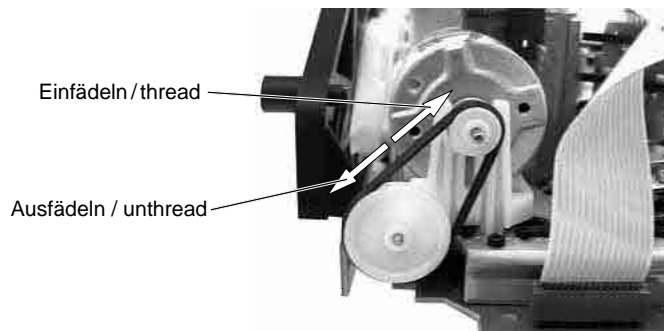
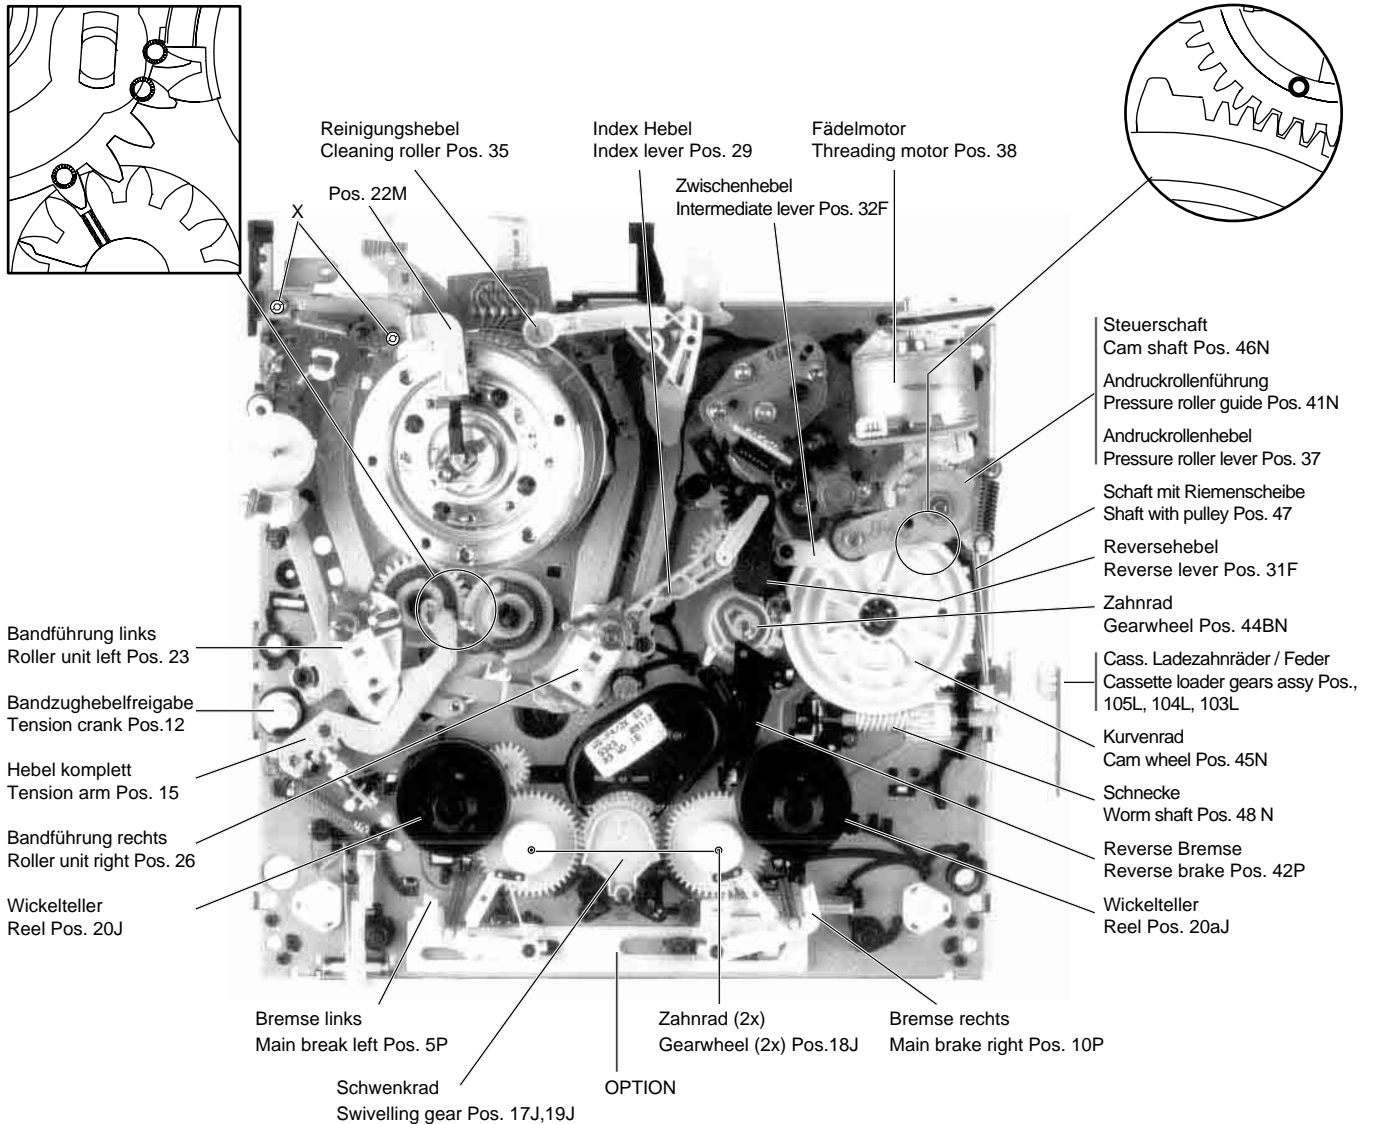
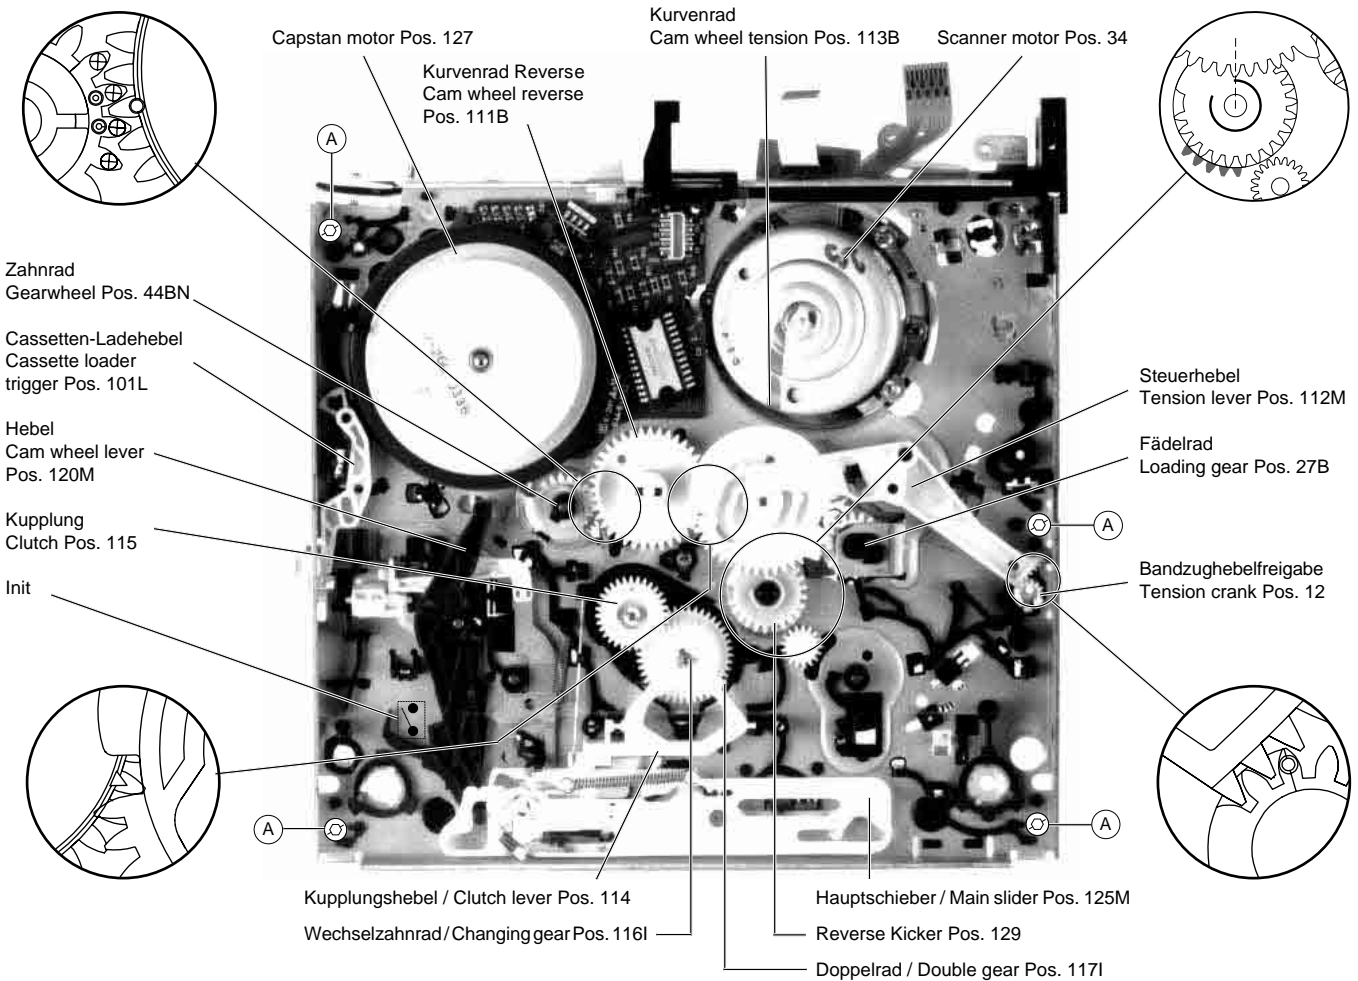
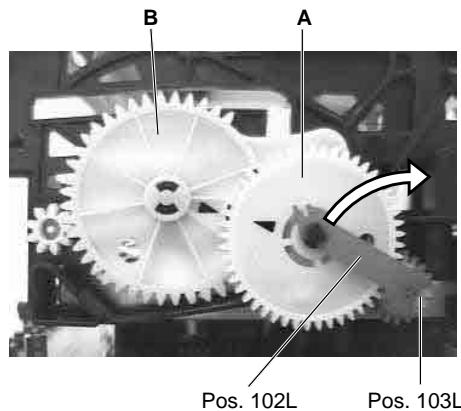

Fig. 3
Fig. 4
Fig. 5
Fig. 6
- Fädelmotor entgegen dem Uhrzeigersinn drehen (Fig. 3), bis der Cassettenschacht abgesenkt ist.
- Turn the threading motor counterclockwise (Fig. 3) until the cassette compartment is down.
Wenn nach dem Drücken der Eject-Taste das Laufwerk nicht ausfädelt und die Cassette auswirft, kann dies auch von Hand durchgeführt werden. Dazu ist das Antriebsrad des Fädelmotors zu drehen (Fig. 3). Um Bandschlaufen zu vermeiden, muß wechselweise auch der Capstanmotor (Pos. 127, Fig. 5) entgegen dem Uhrzeigersinn bewegt werden, bis das Band komplett in der Cassette aufgewickelt ist.
If the tape deck does not unthread and eject the cassette by pressing the Eject button this function can also be effected manually by turning the driving gear at the threading motor (Fig 3). To avoid slackening of the tape, turn the capstan motor (counterclockwise) (Pos. 127, Fig. 5) and the driving gear alternately until the tape is completely wound up in the cassette.
Nachfolgend sind die markierten und gerichtet einzubauenden Teile der Ober- und Unterseite im Detail dargestellt (Fig. 4, Fig. 5).
- Antriebsrad des Fädelmotors in Drehrichtung "Einfädeln" (Fig. 3) so weit drehen, bis das Zahnrad (Pos. 103L, Fig. 6) entriegelt ist.
- Klammer (Pos. 102L) von der Achse des Zahnrades "A" lösen (Fig. 6).
- 4 Befestigungsschrauben (A) (Fig. 5) des Cassettenschachtes an der Unterseite entfernen.
The following diagrams show in detail the marked components and their correctly aligned position on the top and bottom side (Fig. 4, Fig. 5).
- Turn the driving gear of the threading motor in the "threading" direction (Fig. 3) until the gearwheel (Pos. 103L, Fig. 6) disengages.
- Release the bracket (Pos. 102L) from the shaft of gearwheel "A" (Fig. 6).
- Unscrew the 4 screws (A) (Fig. 5) on the underside of the cassette compartment.
- Cassettenschacht abgesenkt und Zahnrad "A" (Fig. 6) eingerastet.
- Hinweis:** Bei Cassettenliftzahnradern (A und B, Fig. 6) mit Markierungspfeilen müssen die Pfeile zueinander zeigen.
- Cassettenschacht mit den 4 Schrauben (A) (Fig. 5) unten befestigen.
- Klammer (Pos. 102L) auf der Achse des Zahnrades "A" einrasten (Fig. 6).
- Cassette compartment down, gearwheel "A" (Fig. 6) engaged.
- Note:** For video recorders which are fitted with cassette lift gear wheels (A and B, Fig. 6) marked with arrows, the arrows must show towards each other.
- Fasten the cassette compartment with the 4 screws (A) (Fig. 5) at the bottom.
- Place the bracket (Pos. 102L) onto the shaft of gearwheel "A" and lock it in (Fig. 6).
- 2 Schrauben X (Fig. 4) herausdrehen, Haltewinkel (Pos. 22M, Fig. 4) und Kopfverstärker abnehmen.
- Undo 2 screws X (Fig. 4), remove the bracket (Pos. 22M, Fig. 4) and the head amplifier.